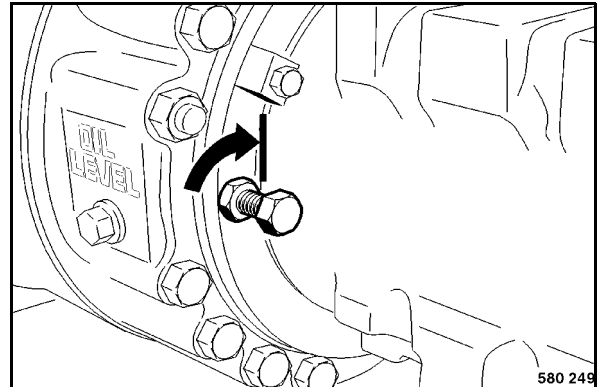

fig. 112
- Revisser les vis de desserrage du frein (fig. 112) jusqu'en butée dans le piston de frein.